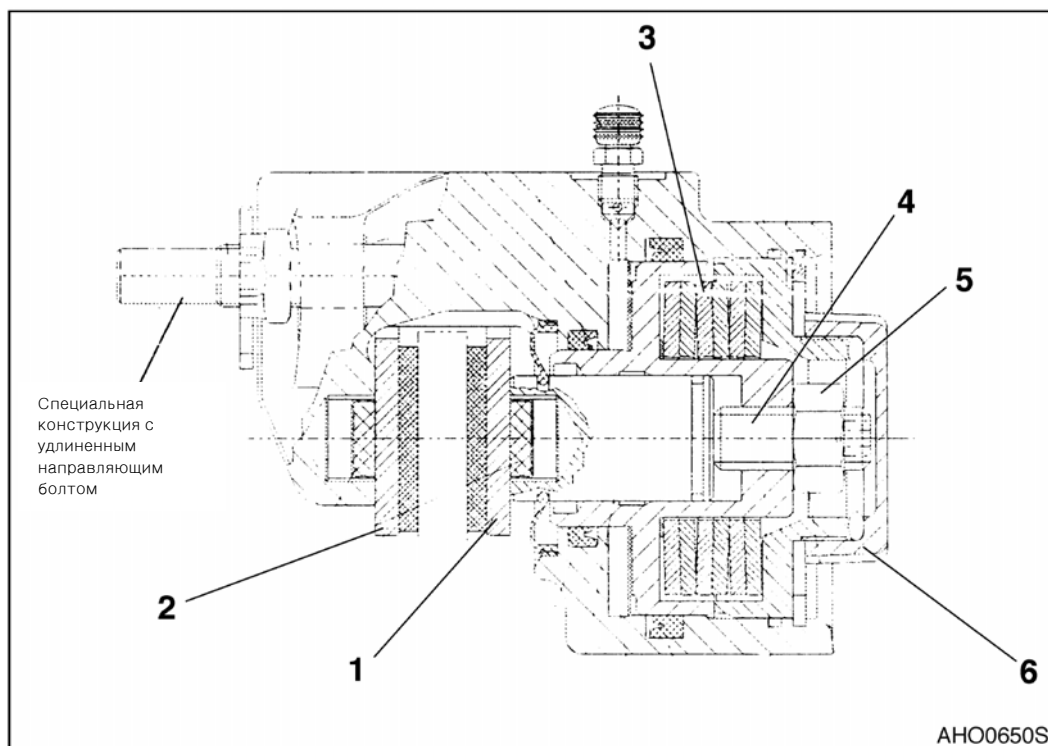

Рис. 101
3. Освободить зажимную гайку (5, рис. 101) и вращать регулировочный винт (4) против часовой стрелки до освобождения тормозного диска.
4. Установить зажимную гайку (5, рис 101 и 6) и винтовую крышку (6) и затянуть то и другое, как можно сильнее. Это обеспечит защиту узла стояночного тормоза от грязи.
Во время процесса регулирования стояночный тормоз должен быть отключен, т.е. набор тарельчатых пружин (3, рис. 101) должен быть полностью предварительно натянут.
3. Освободить зажимную гайку (5, рис. 101), размер 24 или 30, и вращать регулировочный винт (4) торцовым ключом (размер 8 или 10) по часовой стрелке до тех пор, пока две тормозные колодки (1) и (2) придут в контакт с тормозным диском.
4. Повернуть регулировочный винт (4, рис. 101) против часовой стрелки и установить зазор, указанный в следующей таблице.
5. Удерживая регулировочный винт (4, рис. 101) с помощью шестигранного торцевого ключа, зафиксировать его зажимной гайкой (5).
6. Установить крышку с резьбой (6, рис. 101) и затянуть как можно сильнее рукой.